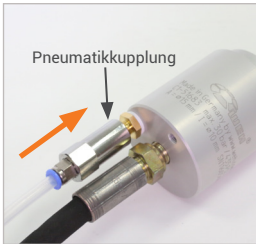

Abbildung 5
- ▶ Stecken Sie die Pneumatikkupplung (Pos. 4) auf das Steuer- / Entlüftungsventil (Pos. 3) auf und halten Sie Kupplung aufgesteckt (Abbildung 5). Durch das Aufstecken der Pneumatikkupplung wird ein kurzer Druckimpuls auf das Steuer- / Entlüftungsventil gegeben. Die elastischen Frontdichtungen (Pos. 7) oder Hauptdichtungen (Pos. 8) werden komprimiert, der Adapter stellt eine druckdichte Verbindung her.